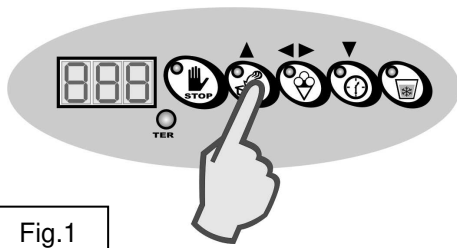
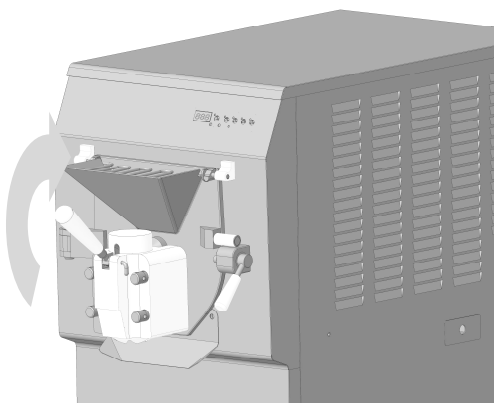

Fig.1
Fig.2
- Presione la tecla EXTRACCIÓN a fin de que se inicie el motor del agitador y deje girar por aproximadamente 3' (Fig.1). Abra el platillo surtidor para extraer toda el agua de lavado (Fig.2). Repita el procedimiento hasta que el agua salga clara y limpia.
- Presione la tecla EXTRACCIÓN a fin de que se inicie el motor del agitador y deje girar por 5' minutos aproximadamente (Fig.1). Abra el platillo surtidor para extraer toda la solución desinfectante (Fig.2).